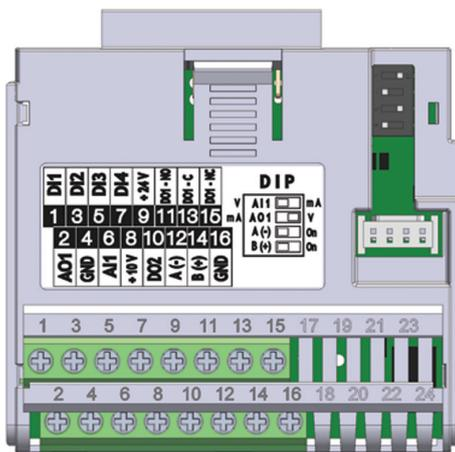

Figura 18.1: Modulo plug-in CFW500-IOS
Il modulo plug-in CFW500-IOS ha solo l'interfaccia Seriale (1) tramite porta RS-485 sui terminali 12 (A-) e 14 (B+), v. Figura 18.1.